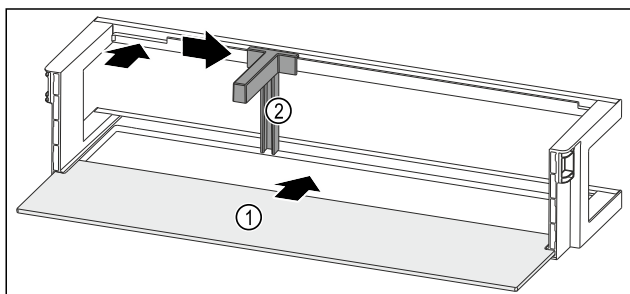

Fig. 89 Dveřní přihrádka s odkládací plochou
- Odkládací plochu Fig. 89 (1) zasuňte do bočních vybrání.
- Držák lahví Fig. 89 (2) vložte do vybrání.
- Držák lahví Fig. 89 (2) posuňte na stranu do požadované polohy.